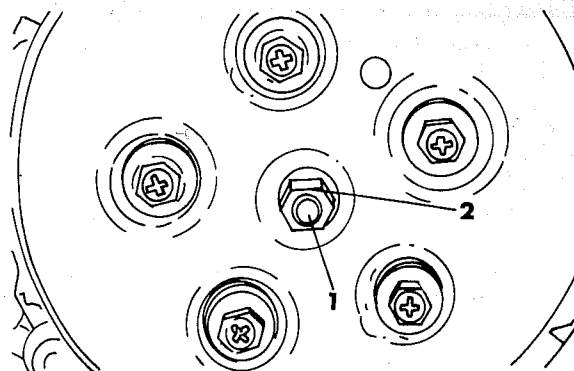

Bild 9
- Die Sicherungsmutter (2) des Kupplungsmechanismus-Einstellers (1) lösen (Bild 9).